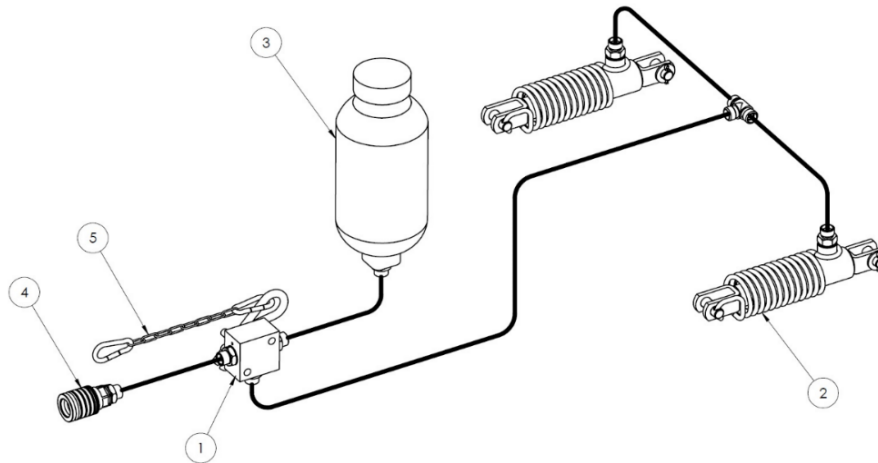

Figure 9. Système de freinage hydraulique à conduite unique
- le système de freinage hydraulique à une seule conduite (figure 9),
En option, l'épandeur peut être équipé d'un système de freinage hydraulique à conduite unique. Le schéma de disposition est présenté à la figure 9.